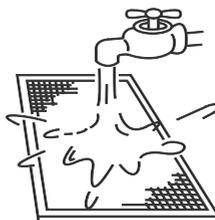

Рис. 16.3
- b) Во время чистки водой приточная сторона фильтра должна быть направлена вниз (см. рис. 16.3).